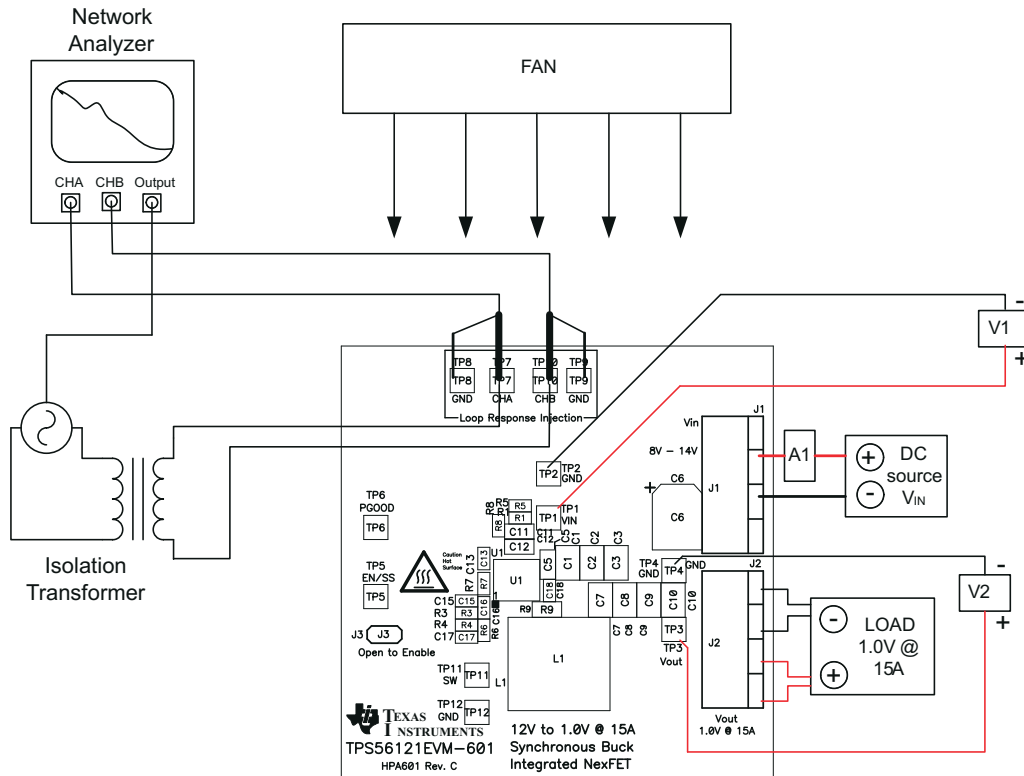

图 8-2. 控制环路测量设置
2. 如图 8-2 所示，将隔离变压器连接到测试点 TP7 和 TP10。
3. 如图 8-2 所示，将输入信号振幅测量探头（通道 A）连接到 TP7。
4. 如图 8-2 所示，将输出信号振幅测量探头（通道 B）连接到 TP10。
5. 如图 8-2 所示，将通道 A 和通道 B 的接地引线分别连接到 TP8 和 TP9。